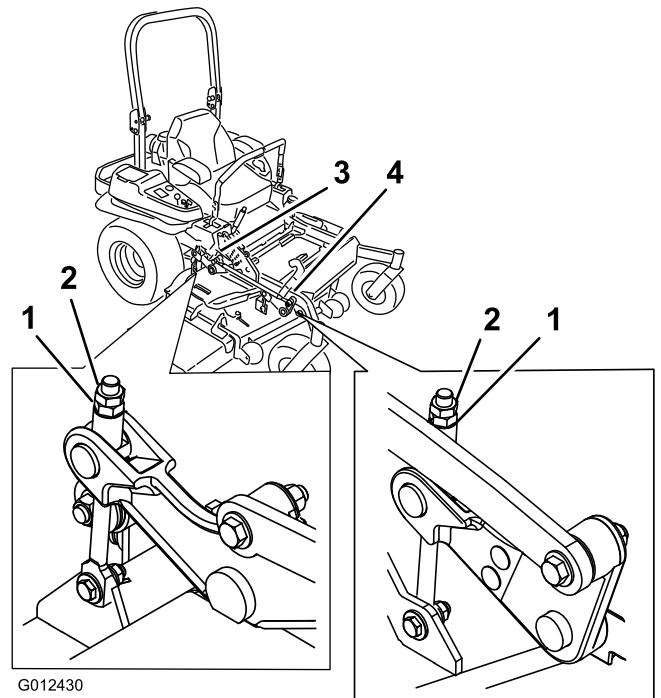

Figure 95
10. Pour les tabliers de coupe montrés à la Figure 95, ajustez précisément le serrage de l'écrou de réglage sur l'ensemble de relevage du tablier avant (Figure 95).
17. Ajustez précisément le serrage de l'écrou de réglage sur l'ensemble de relevage du tablier avant (Figure 95).